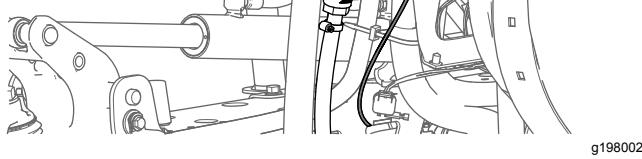

Figura 28
- 2. Puxe o tubo sensor de pressão do indicador no painel do acoplador do tubo (Figura 28).